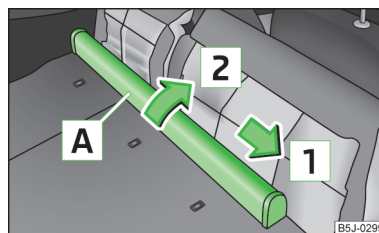

Fig. 56
- Desplazar la caja de la red de separación del maletero **A** » fig. 56 en el sentido de la flecha **1** y sacarla del alojamiento del respaldo del asiento derecho en el sentido de la flecha **2**.